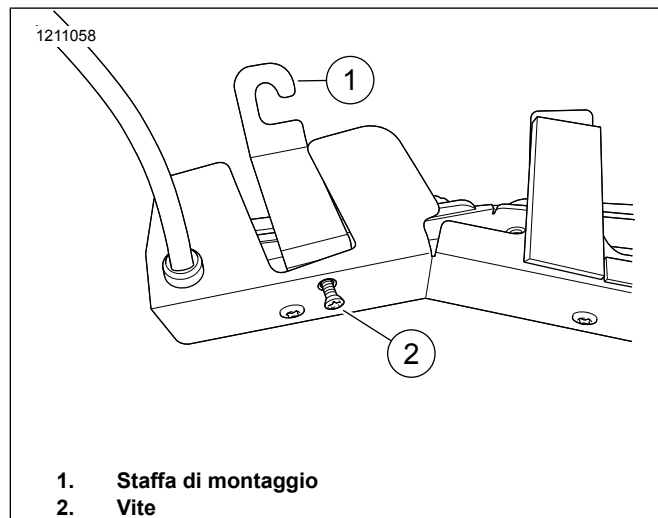

Figura 5. Staffa e vite
4. Vedere la figura 5. Posizionare la staffa di montaggio (1) nell'apertura con l'angolo della staffa rivolto verso l'alto.